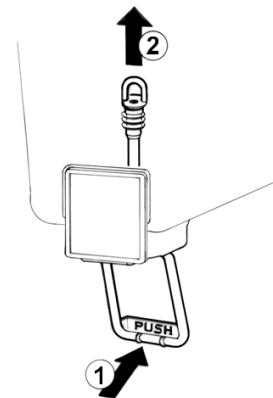

figura 3
- 5 **Rubinetto a gommino:** premere (1) la leva comando rubinetto e sfilare (2) il gommino dal foro d'uscita del contenitore (vedere figura 3).